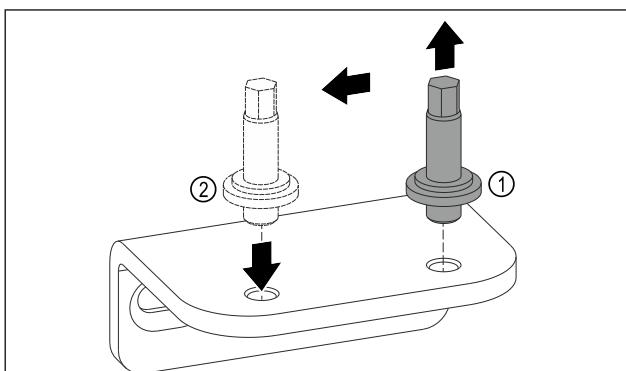

Fig. 13
- Bolzen des unteren Lagerblocks mit Außensechskantschlüssel SW5 herausdrehen. Fig. 13 (1)
- Bolzen auf der Gegenseite einsetzen. Fig. 13 (2)